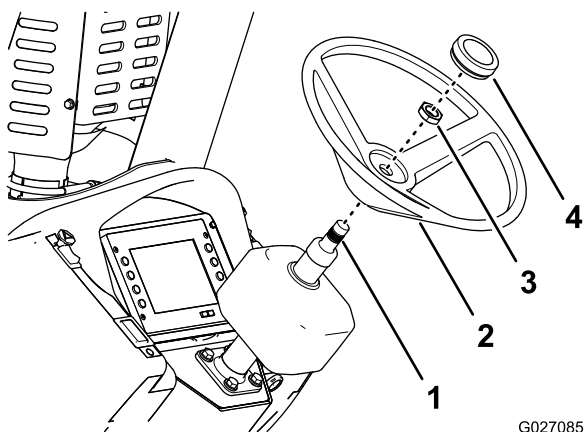

Figura 10
2. Alinee los radios del volante (Figura 10).
3. Alinee las acanaladuras del volante con las del eje del volante de la columna de dirección inclinable (Figura 10).
4. Coloque el volante sobre la columna de dirección inclinable (Figura 10).
5. Sujete el volante a la columna (Figura 10) con la tuerca (13/16 pulgada) apriete la tuerca a 41–49 N m (30–36 pies-libra).